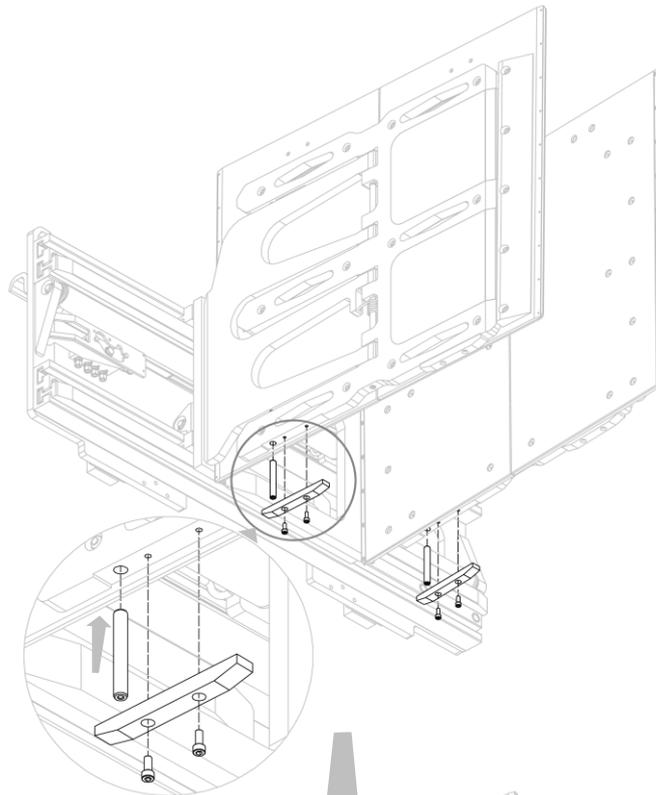
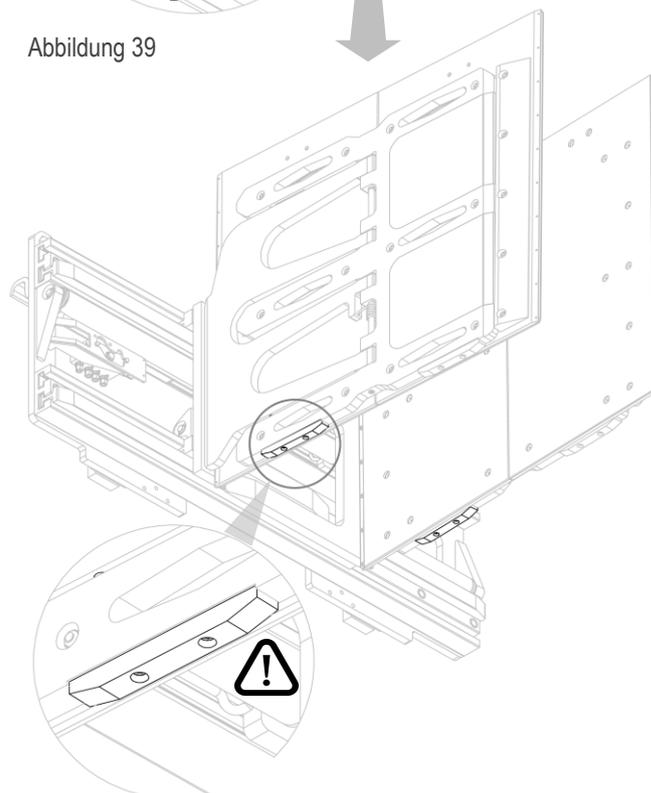

Abbildung 39
Abbildung 40
3. Stecken Sie die Feststellbolzen zum Schwenken, einen nach dem andern ein, nachdem Sie vorübergehend die Schleifschutz-Gleitschuhe entfernt haben (siehe *Abbildung 39* und *Abbildung 40*).